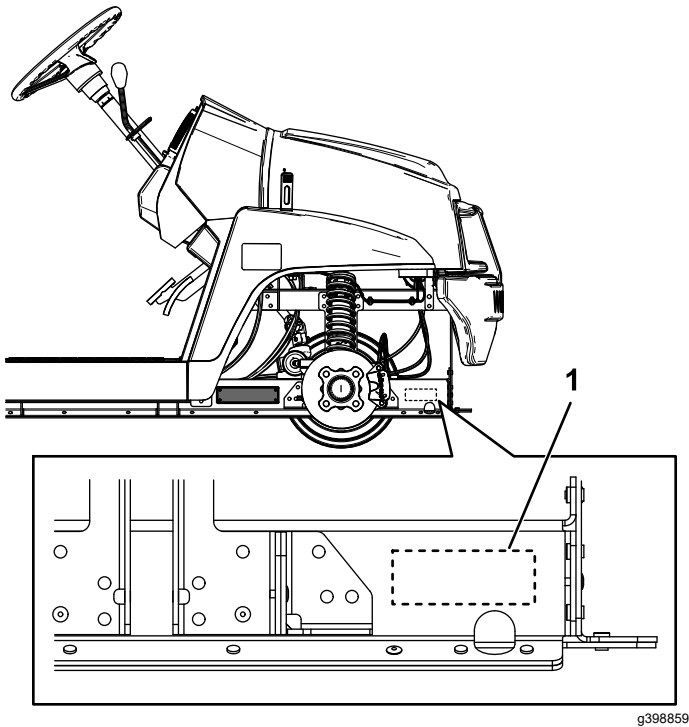

Bild 5
- Schlagen Sie die Seriennummer der Maschine in der in **Bild 5** dargestellten Position ein.